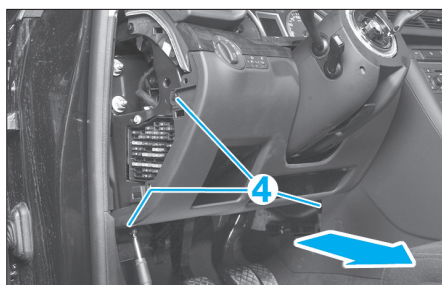

Fig. 15
- Déposer les vis de fixation (4) (Fig.15), puis déposer le vide-poches en tirant vers l'arrière.